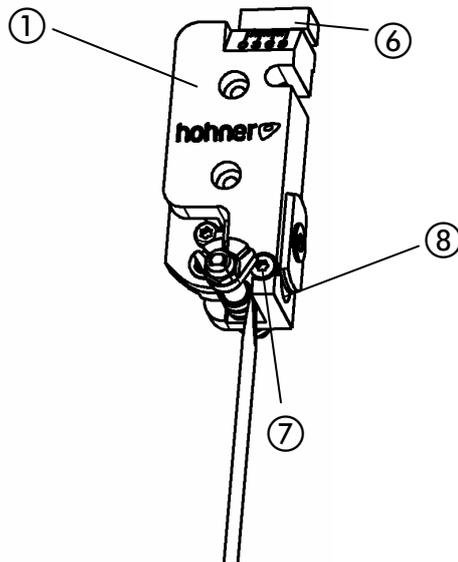

Abb. 33
- Klemmschraube ⑦ lösen und Rundmesser ⑧ herausnehmen.
- Abb. 33 -